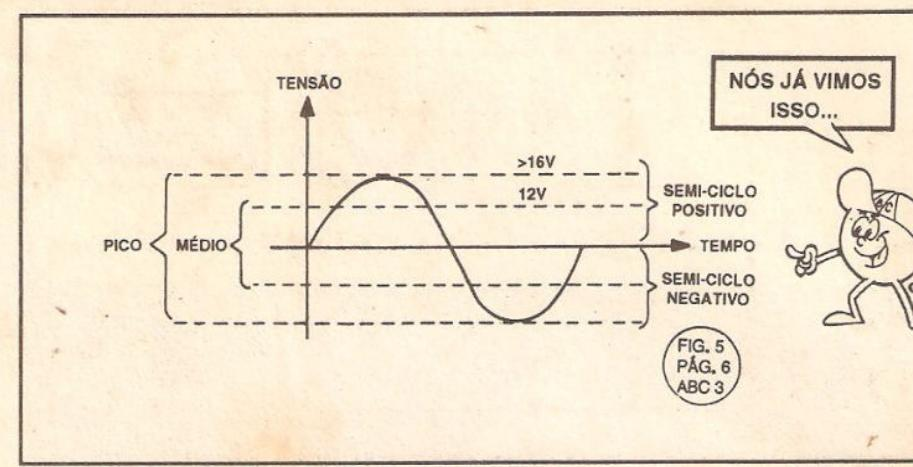
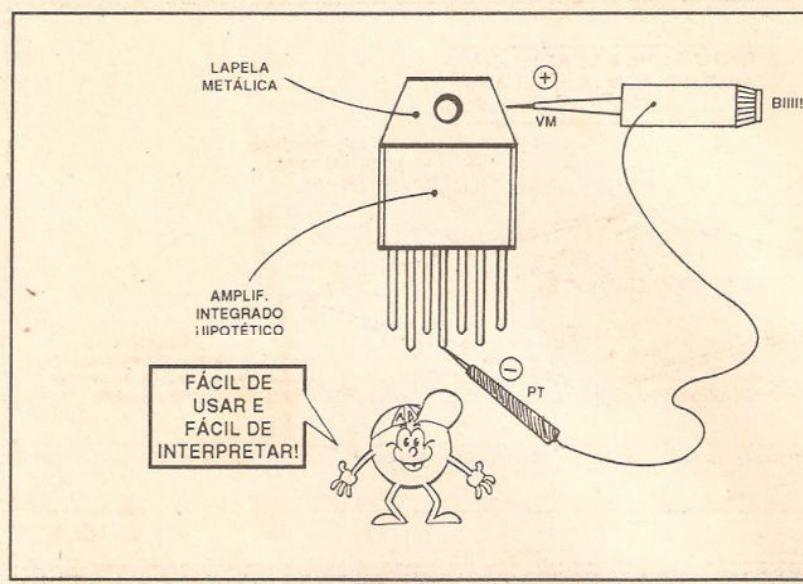

FIG. 1
FIG. 5
cordará facilmente através do diagrama da FIG. 1 (originalmente na pág. 6 de ABC n° 3 - fig. 5). Os valores de "pico" dessa Tensão Alternada, atingem na verdade o seu valor RMS multiplicado pela raiz quadrada de 2 (cerca de "1,4142" ...), o que - no caso - corresponde a uma Tensão um pouco maior do que 16V... Lembramos que o mesmo vale para as indicações da Tensão nas tomadas áí da sua casa (onde se manifesta a Corrente e a Tensão na forma Alternada e com "desenho" senoidal...). Quando o eletricista diz que "a tomada é de 110V", está se referindo ao valor RMS, já que em seus "picos", a "voltagem" atinge mais de 150V... Continuando as explicações, se Você aplicar o seu multímetro (chaveado para medir Tensão em Corrente Alternada...) diretamente ao secundário do trafo de 12V que adquiriu, a indicação do instrumento será de 12V, uma vez que circuitos internos do aparelho de medição já realizam a "compensação" entre os valores de "pico" e RMS (efetuando a leitura em RMS...). Observando agora a FIG. 2 note que os dois diodos acoplados aos extremos do enrolamento secundário simplesmente retificam e "enfileiram" ambos os semi-ciclos da Corrente Alternada, manifestando o resultado na forma de um "trem" de pulsos de polaridade única (todos positivos, no caso...), representando porém os reais valores de "pico" de Tensão... Temos o que se convencionou chamar de Corrente Contínua Pulsada... Com o "armazenamento", filtragem ("alisamento"...) feito pelo convencional capacitor eletrolítico de alto valor (C), esse "trem" de pulsos se manifesta como uma autêntica Corrente Contínua, não pulsada (talvez com uma leve "ondulação", chamada de ripple...), cujo valor - na prática - corresponderá aos valores de "pico" da C.A. original... É por isso que - nos terminais de Saída do conjunto - encontraremos cerca de 16V, para um trafo com secundário de 12V. Esse fenômeno, contudo, se limita a uma medição da fonte sem carga, ou seja, com seus terminais de Saída "livres" (acoplados unicamente às pontas de prova do multímetro...). A Tensão real de Saída de uma fonte deve ser parametrada quando a dita cuja está submetida a uma carga (fornecimento
- FIG. 5 - ENCONTRANDO O PINO CORRESPONDENTE (ELETRICAMENTE) À ABA METÁLICA EXTERNA, NUM INTEGRADO "DESCONHECIDO" - Considerando a natural polarização das pontas do PROVADOR, e por medidas de segurança e lógica, é sempre bom efetuar a "procura" do pino coincidente com a "lapela", da seguinte forma: encosta-se a ponta de prova **positiva** (vermelha) à aba metálica e, com a ponta de prova preta (negativa), vai se tocando cada um dos pinos do hipotético Integrado "desconhecido", até ouvir-se o nítido apito do sinalizador piezo... O pino que "apitar" será o internamente ligado à "lapela"... Notem que, depend-